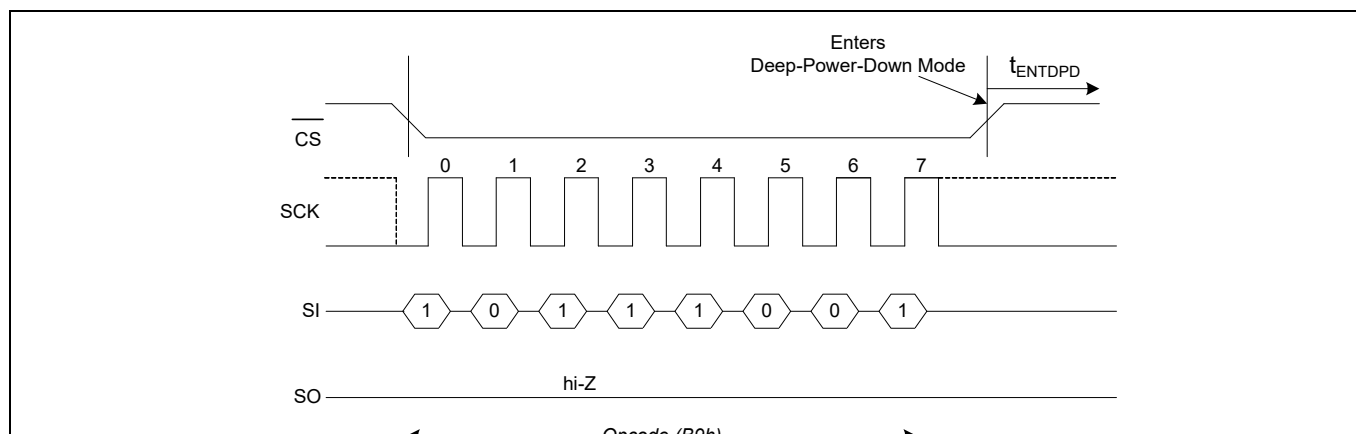
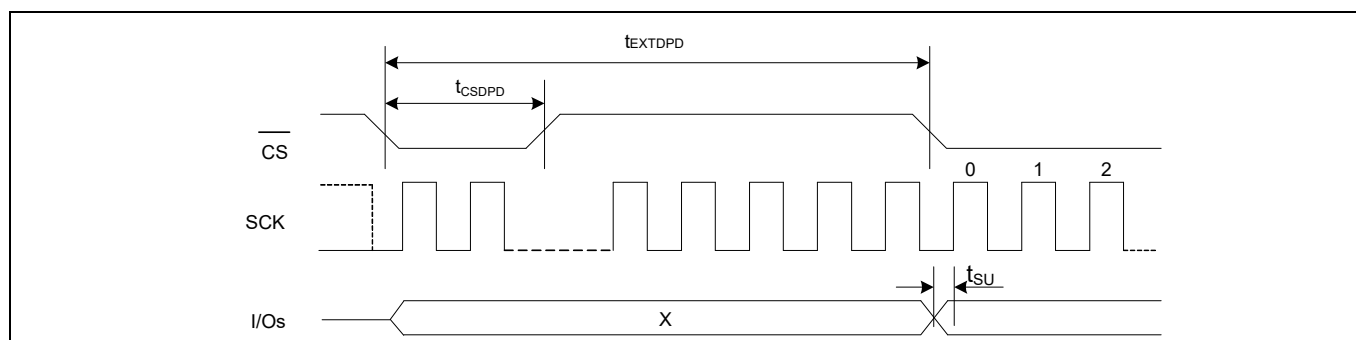

Figure 99 SPI モードでの DPD の開始
Figure 102 SPI モードでの DPD の終了
t_{CSDPD} の \overline{CS} パルス幅またはハードウェアリセットは t_{EXTDPD} 時間後に DPD モードを終了します。 \overline{CS} パルス幅は、ダミーコマンドサイクルを送信するか、または SCK と I/O がドントケアになっている間に \overline{CS} のみをトグルすることによって生成できます。ディープパワーダウンモードからの復帰中は、I/O は Hi-Z 状態のままです。DPD の開始タイミングについては Figure 99 を、DPD の終了タイミングについては Figure 102 を参照してください。
- Figure 99 に示されているタイミング詳細は、DPI および QPI モードでそのまま適用できます。